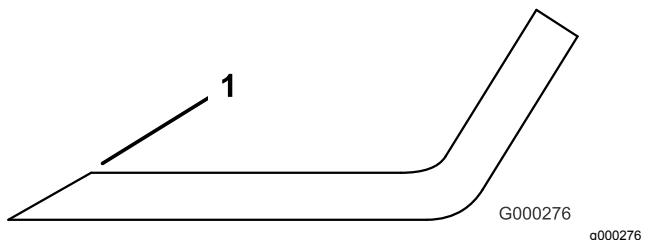

Figure 75
1. Au moyen d'une lime, aiguissez les tranchants à chaque bout de la lame (Figure 75).